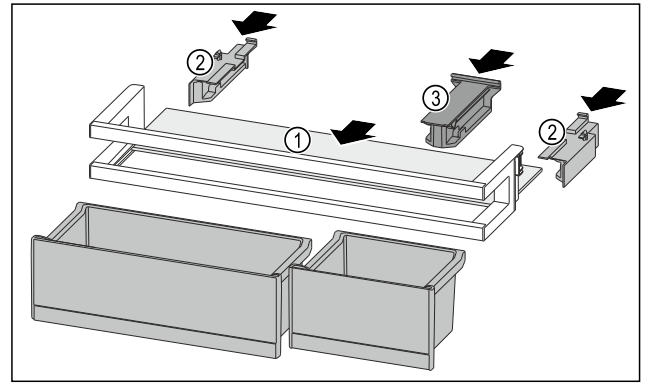

Fig. 218
- ▶ Abstellfläche Fig. 218 (1) in die seitlichen Aussparungen einschieben.
- ▶ Seitenteile Fig. 218 (2) einsetzen.
- ▶ Halteteil Fig. 218 (3) einsetzen.